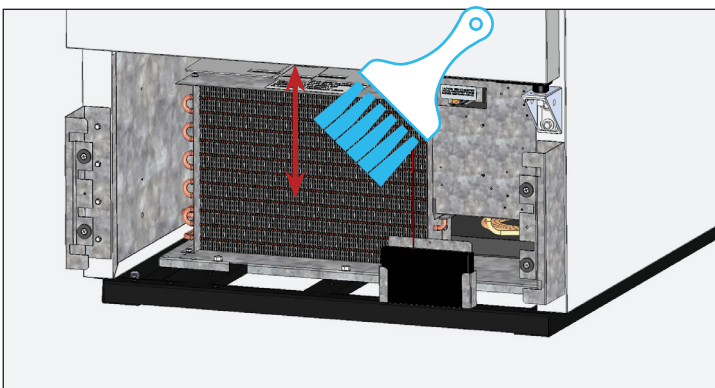

Fig. 5. Ne brossez jamais en travers des ailettes des serpentins.
3. À l'aide d'une brosse à soies dures, nettoyez soigneusement la saleté accumulée sur les ailettes. Voir fig. 5.